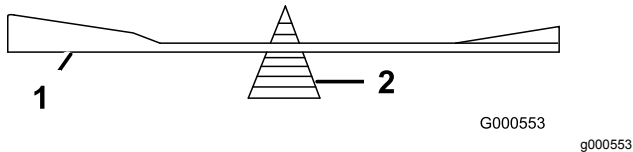

Figura 118
- Verifique o equilíbrio da lâmina colocando-a num equilibrador de lâminas (Figura 118).